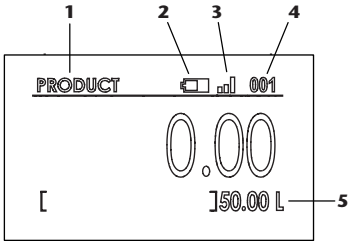

Fig. 8
Wenn eine Transaktion im Fluid-Managementsystem gestartet wird, zeigt der Bildschirm den Transaktionsmodus an (Abb. 8), in dem die vorausgewählte Menge (5) angezeigt wird.